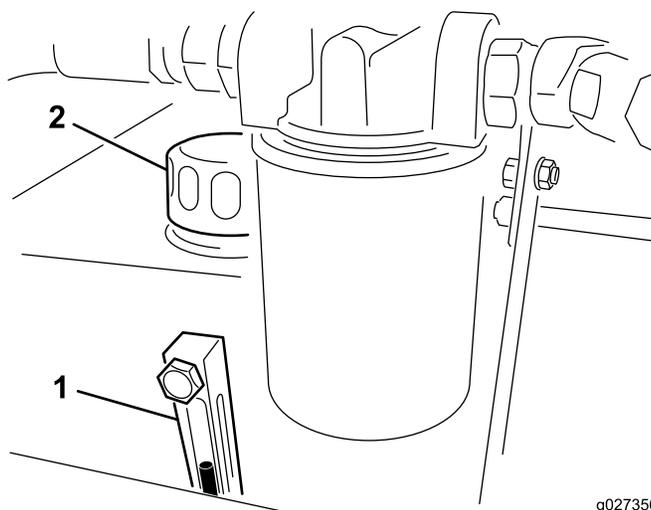

Рисунок 6
2. Проверьте уровень рабочей жидкости по визуальному указателю (Рисунок 6). Если жидкость доходит до середины указателя, ее уровень достаточен.